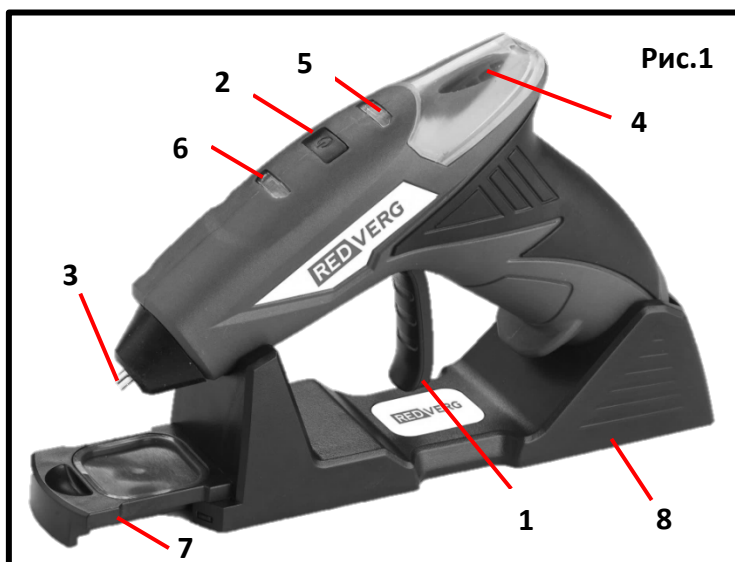

Рис.1
Клеевой пистолет оборудован индикатором процесса заряда/уровня заряда (5) Рис.1.
- Убедитесь, что выключатель (2) Рис.1 находится в выключенном положении.
- Нажимайте на спусковой курок подачи клея **(1)** рис.1 до тех пор, пока клей не начнет вытекать из сопла. Не наносите слишком много клея.